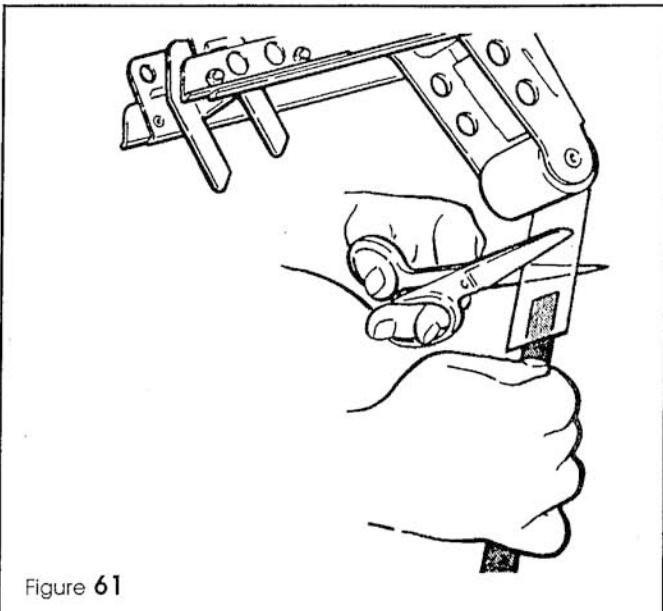

Figure 61
Tirer l'outil de filetage au travers du mécanisme d'application du ruban. Le ruban excédant peut être coupé avec des ciseaux (Figure 61)
*Einfädel-Plastikstreifen durch Verklebemechanismus ziehen; Klebebandüberschuss an der Auftragsrolle mit Schere abschneiden. (Figure 61).*
- Effectuer les mêmes opérations que pour la tête supérieure: tirer l'outil à fileter au travers du mécanisme d'application du ruban. Le ruban excédant peut être coupé avec des ciseaux (Figure 61).